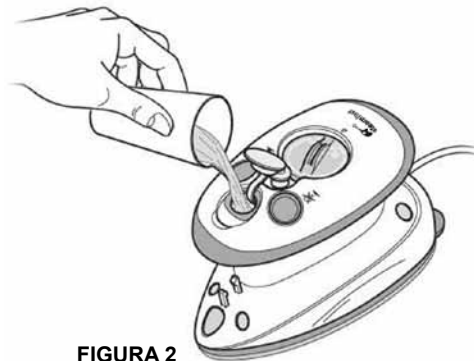

FIGURA 2
4. Abra la tapa del tanque de agua. Vierta el agua del recipiente medidor en el tanque de agua (FIGURA 2). Cierre la tapa del tanque de agua.